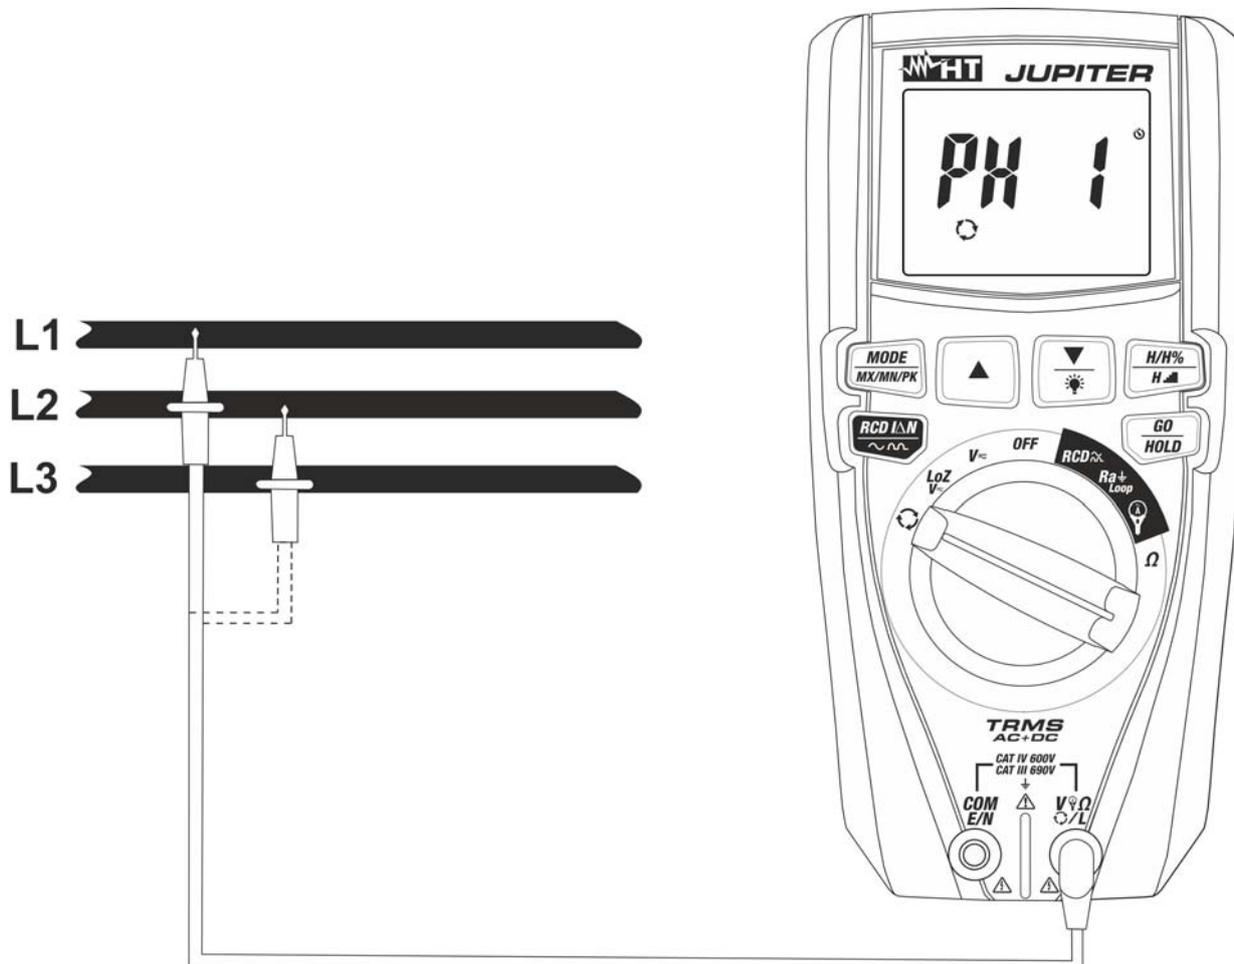
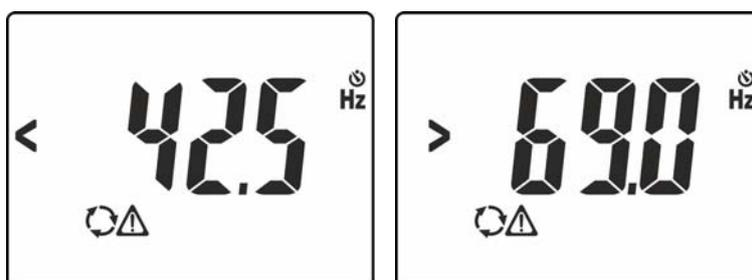
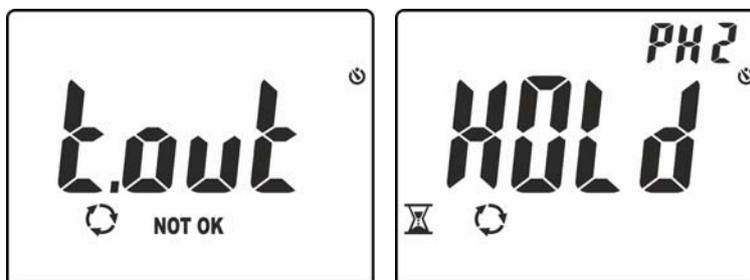

Fig. 12: Uso do instrumento para efetuar o teste de sentido cíclico e concordância das fases
Fig. 13: Sinalização de tensão com frequência errada
Fig. 15: Reconhecimento da fase L1 e aguardando pela fase L2
3. Colocar a ponteira vermelha na fase **L1** do sistema trifásico em exame (ver Fig. 12). As seguintes mensagens podem aparecer no display (ver Fig. 13) para identificar a presença de um sinal de tensão com frequência externa no intervalo **42.5Hz ÷ 69Hz**. Nestas condições o instrumento não executa o teste.
6. Colocar a ponteira vermelha na fase **L2** do sistema trifásico em exame (ver Fig. 12). Nos casos em que a passagem entre a fase L1 e a fase L2 tenha um tempo superior a **10s**, o instrumento apresenta a mensagem “**t.out**” no display (ver Fig. 15 – parte esquerda). Em condições corretas de tensão e frequência, o instrumento apresenta a mensagem “**HOLD**”, os símbolos  e “**PH2**” e emite um som contínuo aguardando pelo reconhecimento de um valor estável da tensão na fase L2 (ver Fig. 15 – parte direita).